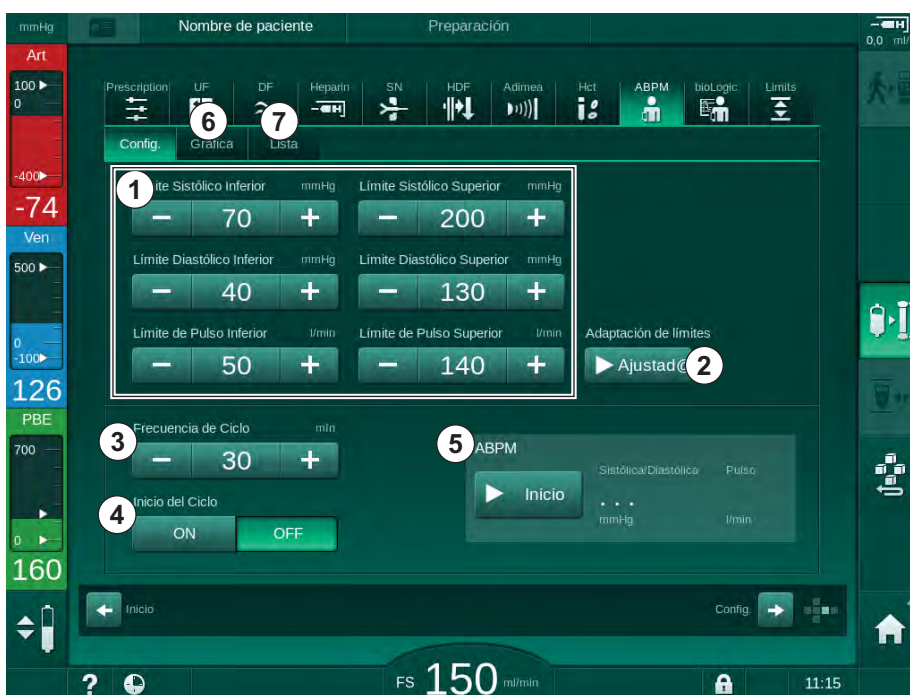

Fig. 11-5 Ajustes ABPM en la pantalla *Entrada*
- 2. Para adaptar los límites de alarma a valores en torno a la presión sanguínea medida, pulsar *Adaptación de límites, Ajustar* (Fig. 11-5 , ②).
1. Para activar/desactivar las medidas cíclicas con la frecuencia de medida establecida, seleccionar *Inicio ciclo*, ON (Fig. 11-5 , ④).
2. Para ajustar la frecuencia de medida, seleccionar *Frecuencia de ciclo* ③ . Intervalo posible: de 1 a 60 minutos.
- o Pulsar *Inicio* en el recuadro del grupo *Ajustes ABPM* en la pantalla *Entrada* (Fig. 11-5 Ajustes ABPM en la pantalla Entrada (263), ⑤).